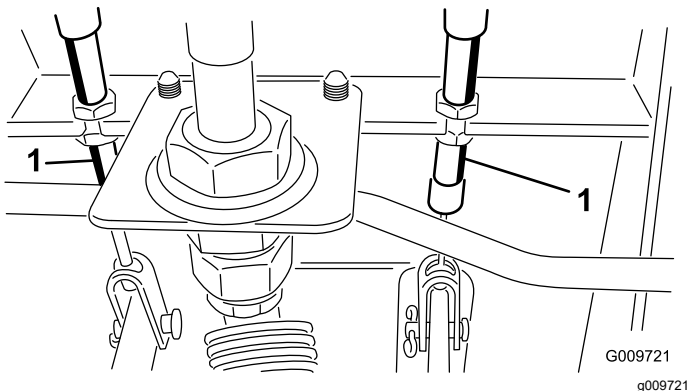

Bild 87
- A. Lockern Sie die vordere Mutter an der Gewindeseite des Bremszuges (Bild 87).